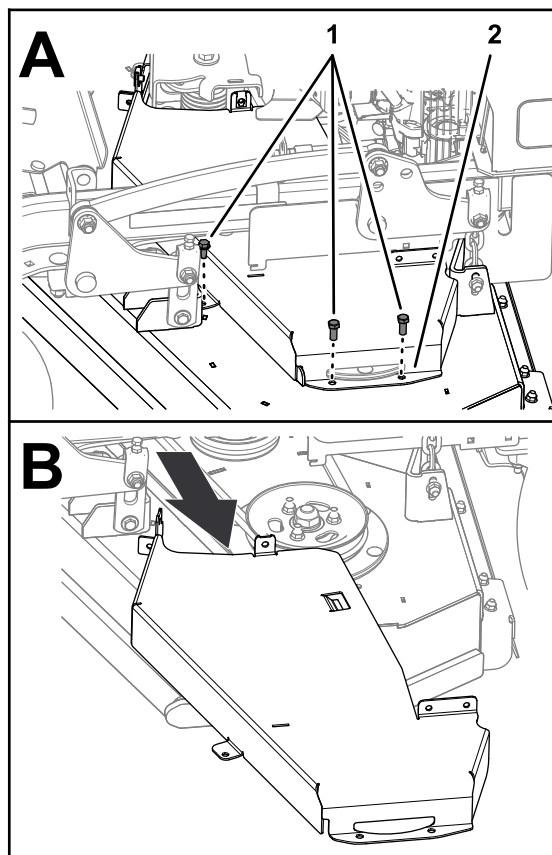

Figura 8
4. Rimuovete i 3 bulloni che fissano il copricinghia sinistro al piatto e rimuovete la protezione (Figura 8).